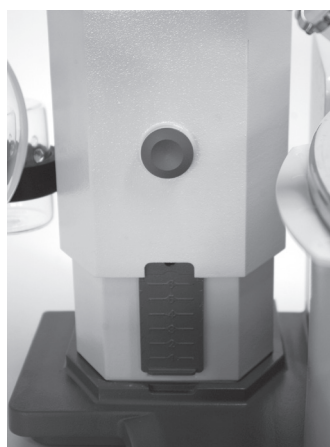

Fig. 19
- ☞ Inserte el tope (Q) en la posición deseada (fig. 19).